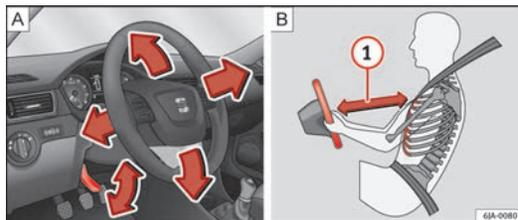

Abb. 101 Verstellbares Lenkrad: Hebel an der Lenksäule / der richtige Abstand des Fahrers vom Lenkrad
- Halten Sie mindestens einen Abstand von 25 cm zwischen Lenkradmitte und Ihrem Brustkorb  ⇒ Abb. 101  ⇒ Seite 144 ein. Wird dieser Mindestabstand nicht eingehalten, kann das Airbag-System nicht seine Schutzfunktion erfüllen – bei Auslösung kann Lebensgefahr bestehen!
- Schwenken Sie den Hebel unter dem Lenkrad nach unten ⇒ Abb. 101 **A**.